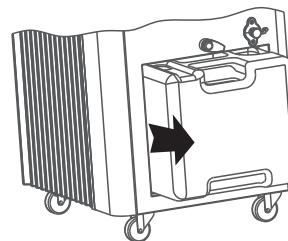

图14
3、取出水箱: 用一只手扣住水箱上部的扣手位, 另一只手扣住水箱下部的扣手位, 同时用力沿箭头方向将水箱移出; 当水箱移出可用手拿住水箱提手的, 将水箱提起, 将水箱内的水倒干净; 如图14